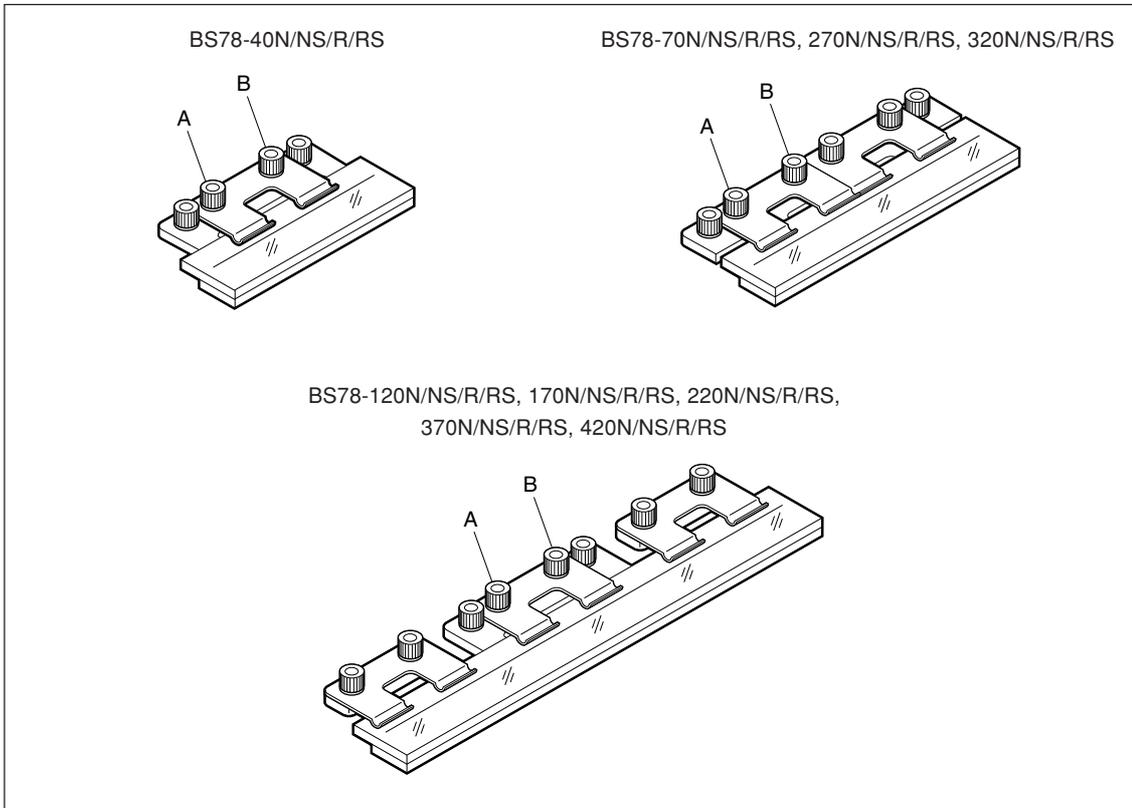

図3-12
- 5** スケールを熱的に安定化させるために、図3-12の状態ですべてのスケールクランプを締めてください。